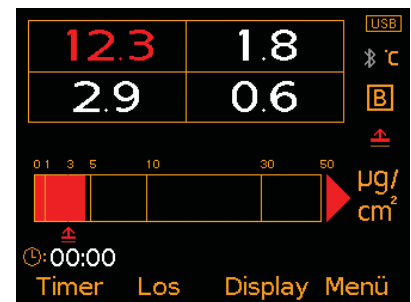

Bild 5: Messwerte x4 und Balkendiagramm
- Balkendiagramm (Bild 5):** Eine analoge Darstellung des aktuellen Messwerts zusammen mit dem höchsten (Hi), niedrigsten (Lo) und durchschnittlichen (\bar{x}) Messwert. Das Diagramm wird beim Erfassen jedes Messwerts automatisch aktualisiert.